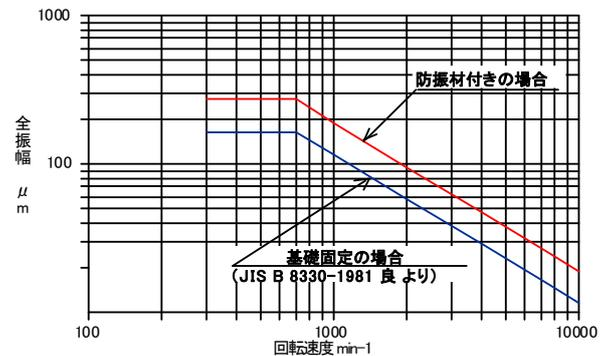

図 14 振動状態の参考判定基準
- (2) Vベルトは、摩耗してきたり、傷んだらお取替えてください。Vベルトの寿命（交換時期）は、使用される環境（温度・湿度・太陽光・粉塵等）や条件（伝達動力・起動回数等）により変わりますが、一般空調送風機の場合の目安は1年です。
- (3) Vベルトは、使用中に伸びますので、定期的に張りをチェックしてください。この伸びは特に運転初期に大きく発生しますので、運転開始後10～50時間で張りを調整してください。調整は **5** 据付の第4項“Vプーリの心出しとVベルト調整”の項を参照ください。
- (4) 軸受許容温度は、一般的には室温+40℃以下かつ80℃以下です。温度が軸受許容温度を超えている場合は、運転を停止して点検してください。
- (5) 軸受箱の音や振動は、運転開始数日後の状態を基準として、判断してください。
- (6) ファンが正常で、据付、ダクト配管工事が正しく施工されている場合の振動の基準値を図14に示します。振動や音が大きい（または平常時の値が変わった）場合は、Vプーリの心出しとVベルトの調整、ダクト配管の無理、取付ボルト・基礎ボルトのゆるみ、羽根車へのダスト付着、軸受の損傷、異物の吸込などが原因と考えられますので点検してください。
- (7) 低温の空気を吸込む場合、常温空気の場合に比べ、電流値が増加しますのでご注意ください。